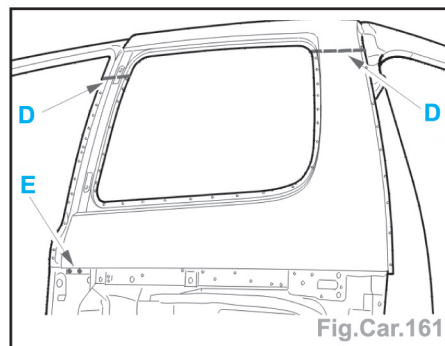

Fig.Car.161
- Souder par cordons successifs au MIG (suivant D) et meuler les cordons (Fig.Car.161).